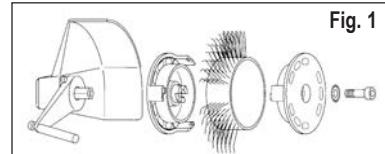
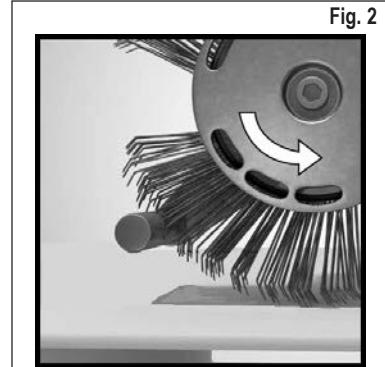

Fig. 1
Fig. 2
3. Couper l'alimentation d'air comprimé, puis fixer la Bande Bristle Blaster® de 23 mm resp. 11 mm de manière appropriée sur l'outil avec le Système Adaptateur correspondant (attention au sens de rotation) et la rondelle et la vis prévues à cet effet. Cf. fig. 1 et fig. 2
- Utilisez-vous une Bande Bristle Blaster® tournant dans le mauvais sens ? – Alignez la bande à brosse de manière à ce qu'elle tourne dans le sens prescrit (cf. chapitre 7, Mise en service, fig. 2).